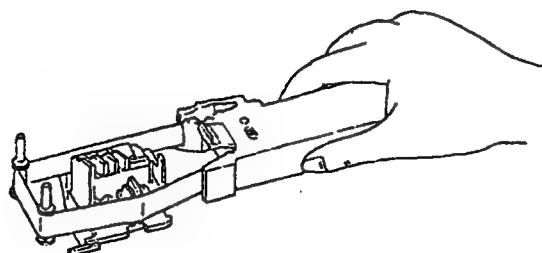

図6.6
- (6) 次にリボンカセットを左側に10mm位戻し、たるんだリボンをガイドローラ部分に落下させ、プリンタヘッドの前後を包み込むようにし、ガイドローラに確実に装着します (図6.6)。